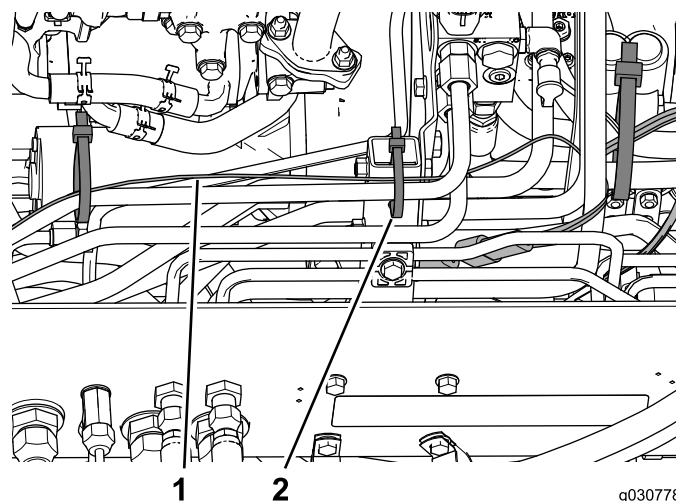
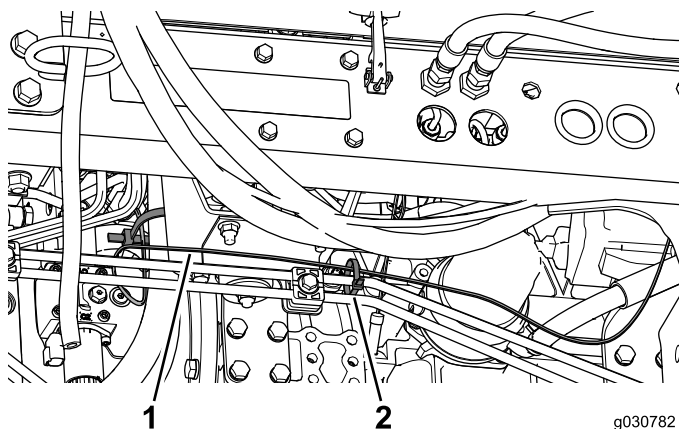

Figure 49
Figure 50
5. Utilisez des serre-câbles pour attacher le faisceau aux flexibles hydrauliques et aux conduits rigides, comme montré à la Figure 49 et la Figure 50.